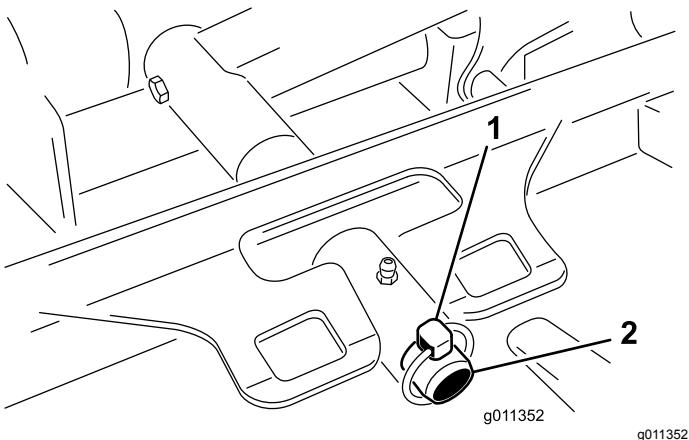

Figura 80
3. Togliete l'acciarino che fissa il telaio portante del piatto di taglio al perno di articolazione del braccio di sollevamento (Figura 80).
3. Infilate il telaio portante del piatto di taglio sul perno di articolazione del braccio di sollevamento. Fissatelo con un acciarino (Figura 80).